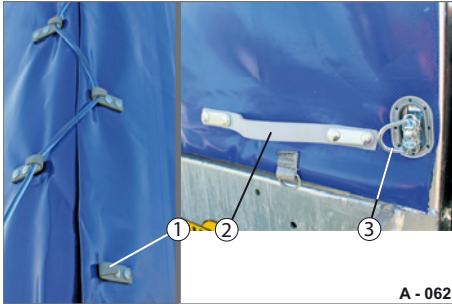

Abb. 67 Planenteil entriegeln
- ▶ Lösen Sie das Spannseil aus den Laschen (Abb. 67/1).
- ▶ Drehen Sie die Krampe (Abb. 67/3) auf.